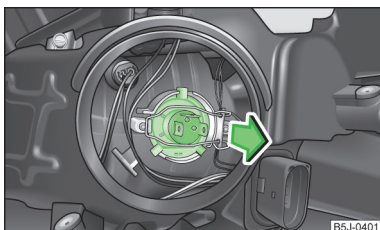

Fig. 158
- Trageți conectorul de pe bec, deblocați etrierul de siguranță și extrageți becul » fig. 158.